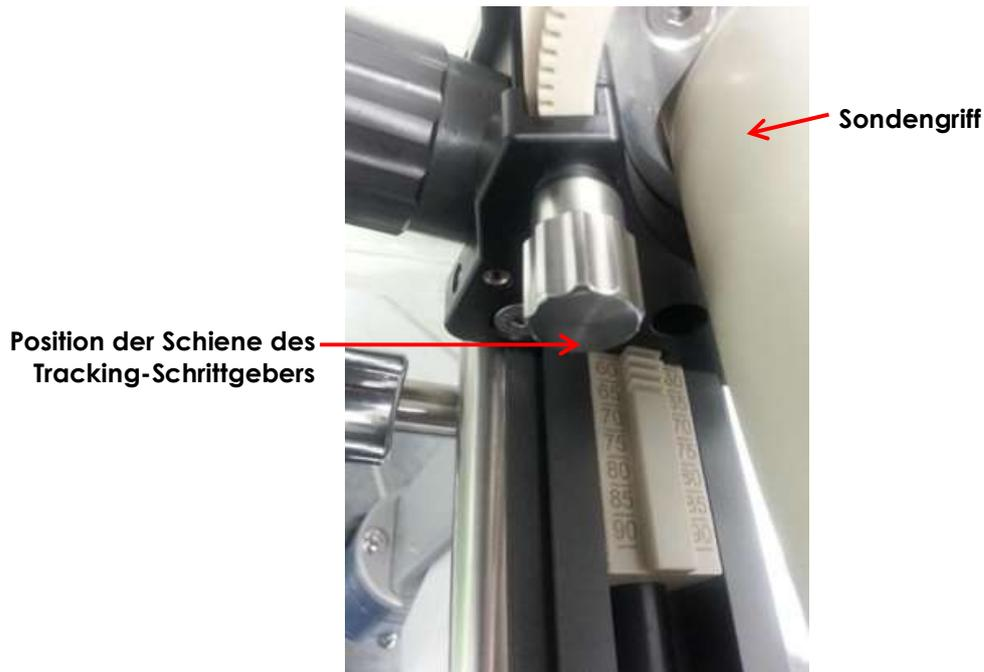

Abbildung 40: Position der Schiene des Tracking-Schrittgebers
3. Schieben Sie die Sonde entlang der *Schiene des Tracking-Schrittgebers* bis zu dem in Abbildung 40 gezeigten Punkt.